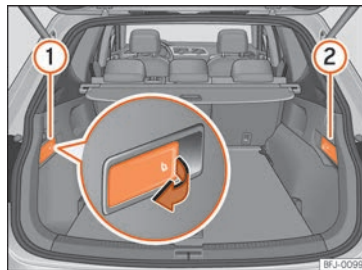

Abb. 102 Im Gepäckraum: Hebel zum Entriegeln der Rücksitzlehne.
- Ziehen Sie am Hebel zur Fernentriegelung auf der linken  (Abb. 102)  oder rechten  Seite der Rückenlehne in Pfeilrichtung. Der entriegelte Teil der Rücksitzbank klappt nun automatisch nach vorn um.